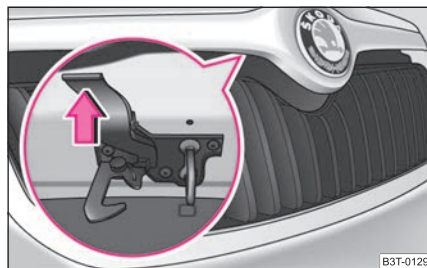

Fig. 186 Rejilla del radiador: tirador
- Pulse el seguro ⇒ fig. 186, se desbloquea el capó del vano motor.